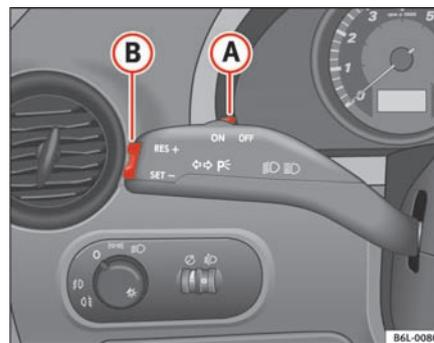

Fig. 107 Palanca de intermitentes y de luz de carretera: mando y tecla basculante para el regulador de velocidad
- Presione la parte superior de la tecla basculante **RES** ⇒ fig. 107 **B** para aumentar la velocidad. El vehículo acelerará mientras mantenga la tecla presionada. Al soltar la tecla quedará memorizada la nueva velocidad.
Si se reduce la velocidad programada pisando el pedal del freno, se desactiva el regulador de velocidad. Si quiere activar de nuevo el regulador, bastará con presionar una vez la parte superior de la tecla basculante **RES+** ⇒ página 151, fig. 107 **B**.